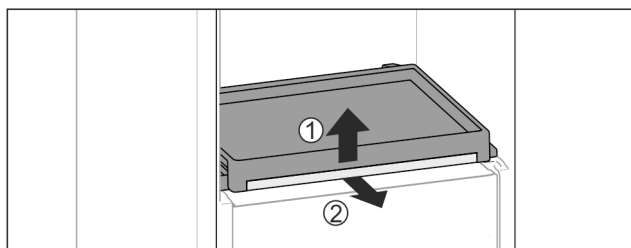

Fig. 114
- ▶ Vyjměte vysouvací přihrádku se skleněnou deskou: Skleněnou desku vpředu lehce nadzvedněte Fig. 114 (1) a vytáhněte dopředu Fig. 114 (2).